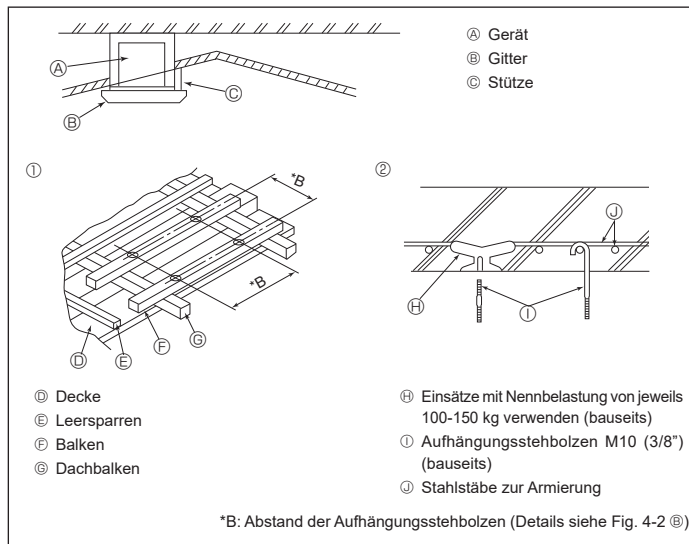

Fig. 4-4
4.4. Bauliche Gestaltung der Aufhängung (Baustruktur der Aufhängung muss hoch belastbar sein) (Fig. 4-4)